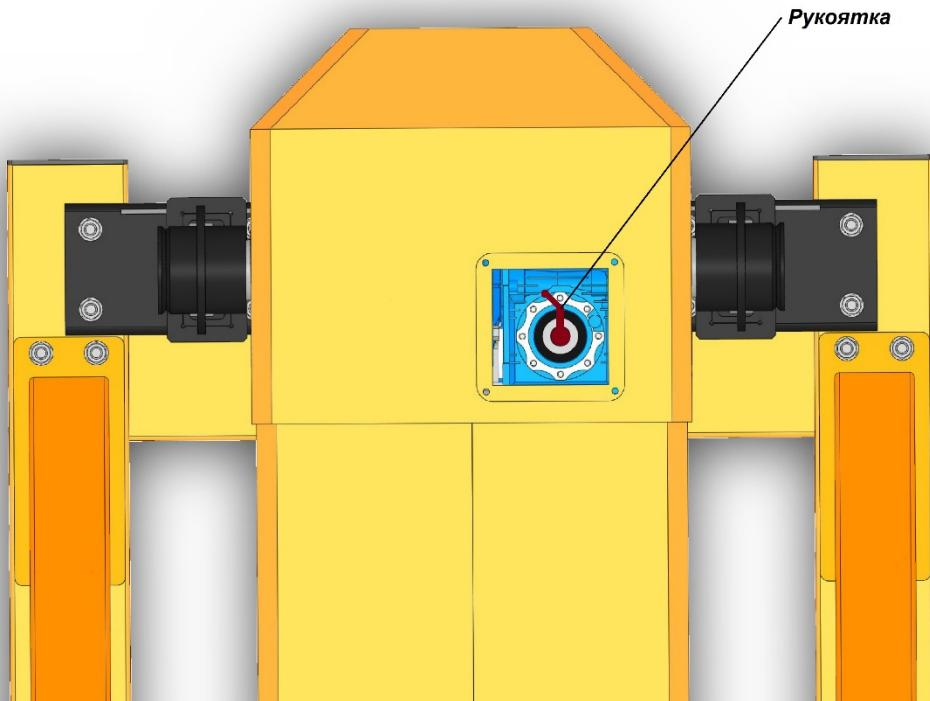

Рисунок 18
- Снять задний люк в кожухе, для чего открутить болты M8 см. Рис.18).